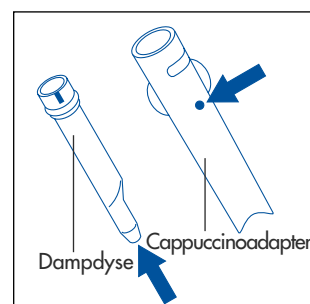

Fig.27
- Kontroller at de to huller, der vises af pilene på fig. 27, ikke er tilstoppede. Hvis nødvendigt rengøres de med en nål.